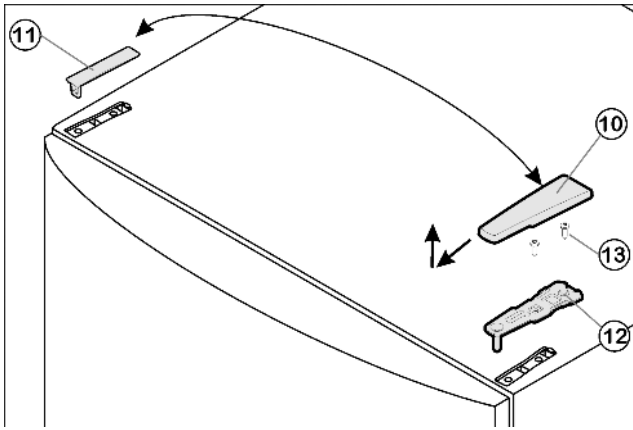

Fig. 4
- ▶ Enlever le cache Fig. 4 (10) vers l'avant et le haut.
- ▶ Retirer le cache Fig. 4 (11).
- ▶ Dévisser le support d'appui supérieur Fig. 4 (12) (2 Torx® 25) Fig. 4 (13) et retirer vers le haut.
- ▶ Placer le support d'appui supérieur Fig. 4 (12) sur le nouveau côté charnière de porte.
- ▶ Visser le support d'appui supérieur Fig. 4 (12) à fond (avec 4 Nm) (2 Torx® 25) Fig. 4 (13). Pointer les trous de vissage ou utiliser une visseuse sans fil.
- ▶ Faire encliqueter le cache Fig. 4 (10) et le cache Fig. 4 (11) du côté opposé.